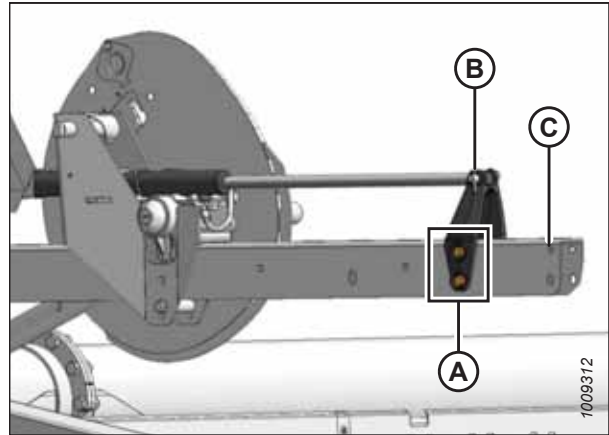

Figure 3.76: Position arrière
- Position arrière, consultez la figure 3.76, page 86
8. Remettez les quatre boulons (A) pour fixer le support au bras du rabatteur dans la nouvelle position.